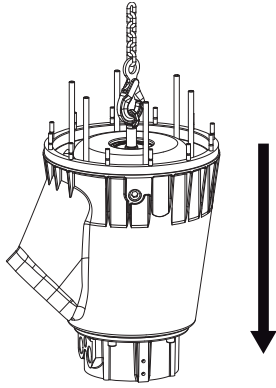

Imagen 15: Retirar la camisa de refrigeración (J 405, J 604)
**J 405:** Retire el asa de la bomba. (Enrosque un cáncamo en el extremo del eje). Suba la bomba y colóquela en posición "boca abajo" sobre la cámara de conexiones, asegurada con el sistema de elevación. Use un martillo de plástico para ir bajando la camisa de refrigeración hasta que se separe del alojamiento del motor. Retire el alojamiento completo del motor y déjela sobre el suelo. (Imagen 15)
**J 604:** Desatornille el cáncamo de elevación en la parte superior de la bomba y retírelo. Encaje un cáncamo en el extremo del eje y use una cadena para levantar la bomba hasta colocarla "boca abajo" sobre la cámara de conexiones. Afloje las tuercas para separar la cámara de aceite de la camisa refrigeración. Suba y retire el alojamiento del motor junto con la cámara de aceite y al mismo tiempo la camisa de refrigeración. (Imagen 15)